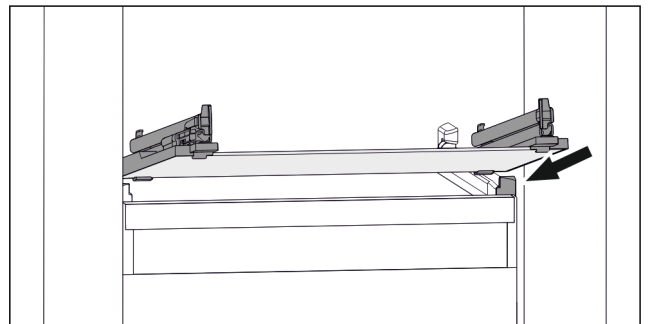

Fig. 150 Приблизне відображення скляної пластини
- ▶ Встановити скляну пластину за стопорами навкоси. (див. Fig. 150)